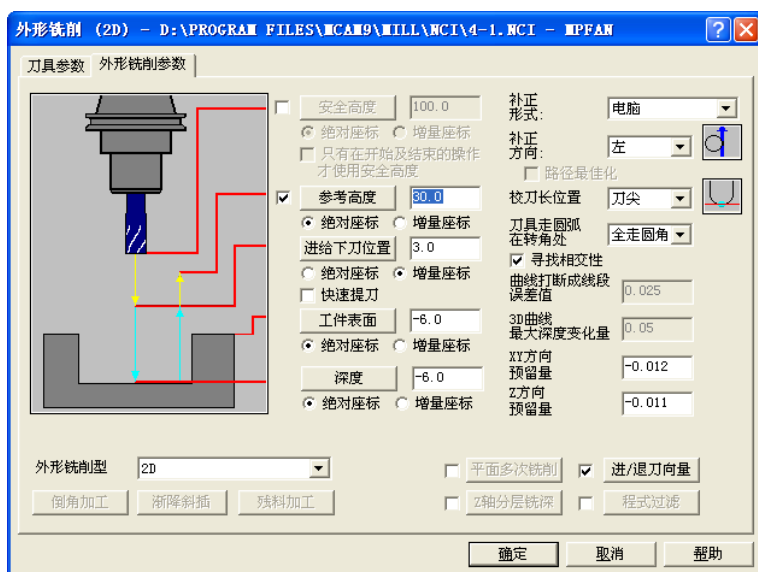
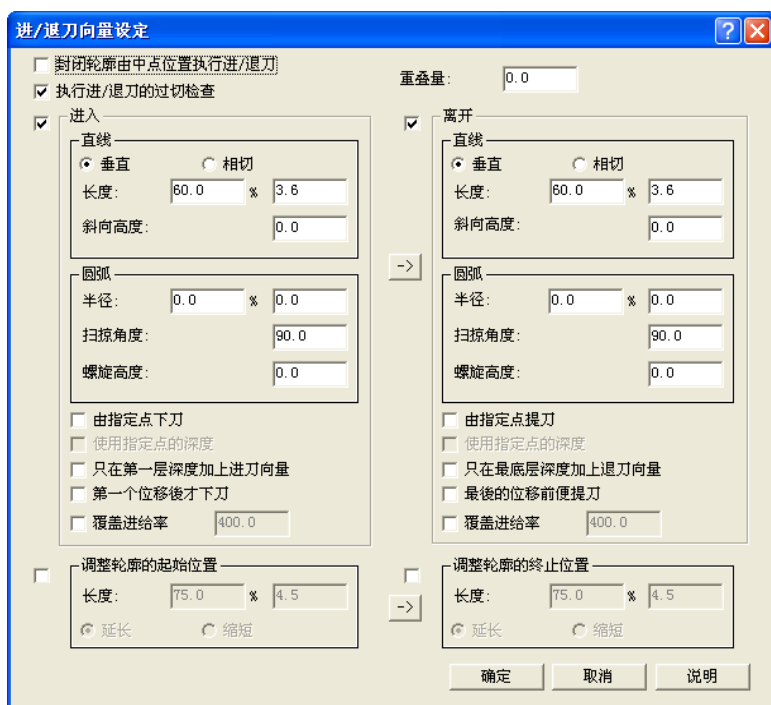

图 4-20 精铣内轮廓参数
图 4-21 进/退刀向量参数
10) 选择“外形铣削(2D)”, 选择 $\phi 6$ 平刀, 图形选择 $\phi 90\text{mm} \times 65\text{mm}$ 矩形, 刀具参数、参考高度和进给下刀位置等均同步步骤 8), 工件表面: -6.0, 深度: -6.0, 补正形式选择“电脑”, 补正方向: 左, XY 方向预留量: -0.012, 以保证尺寸 $65^{+0.046}_0$ 、 $\phi 90^{+0.054}_0$ , Z 方向预留量: -0.011, 勾选“进/退刀向量”, 如图 4-20 所示。“进入”和“离开”的“直线”均点选“垂直”, 直线长度设定为 60.0%, 圆弧半径设定为 0.0%, 其余默认, 如图 4-21 所示。